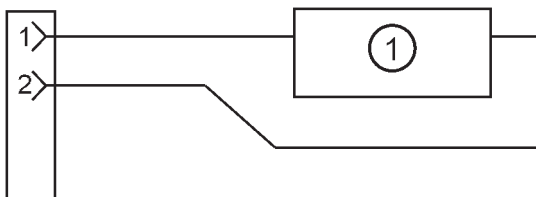

Abbildung 26
Abbildung 26 zeigt einen neutralen Sicherheitsschalter (1), zwischen den Pins 1 und 2 der Anlasssperr.